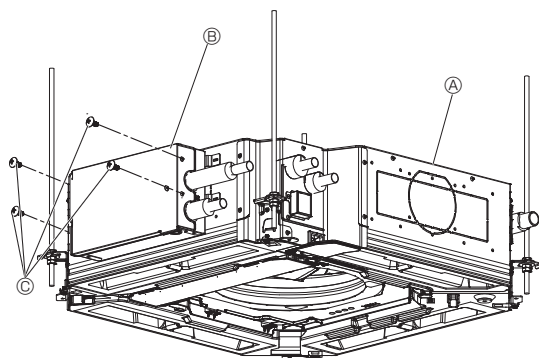

Fig. 4-9
4.5.2. Anbringung des optionalen VENTILKIT (Fig. 4-9)